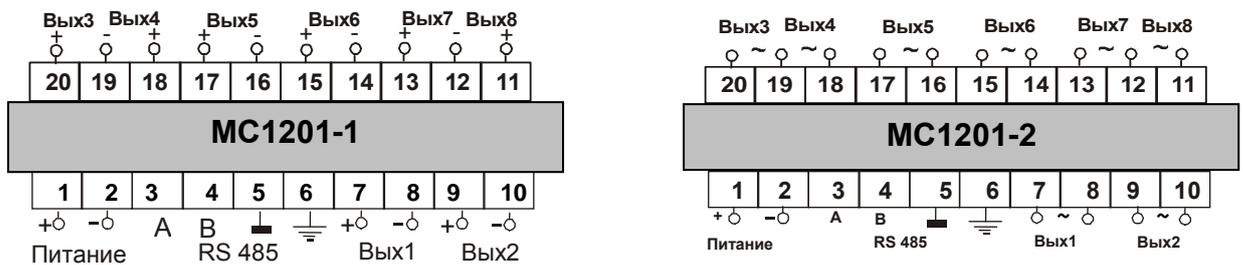

Рисунок 2.2 – Схема подключения MC1201
2.3.1.3 Внешние соединения следует выполнять согласно схемам подключения, рисунок 2.2.